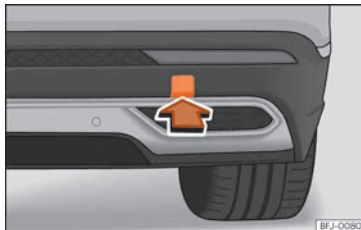

Abb. 50 Auf der rechten Seite des hinteren Stoßfängers: Abdeckung entfernen.
Die Abschleppöse wird in die hinter einer Abdeckung auf der rechten Seite des hinteren Stoßfängers befindliche Aufnahme eingeschraubt »» **Abb. 50**.
- Auf den unteren Bereich der Abdeckung »» **Abb. 50** drücken, um die Verrastung zu lösen.